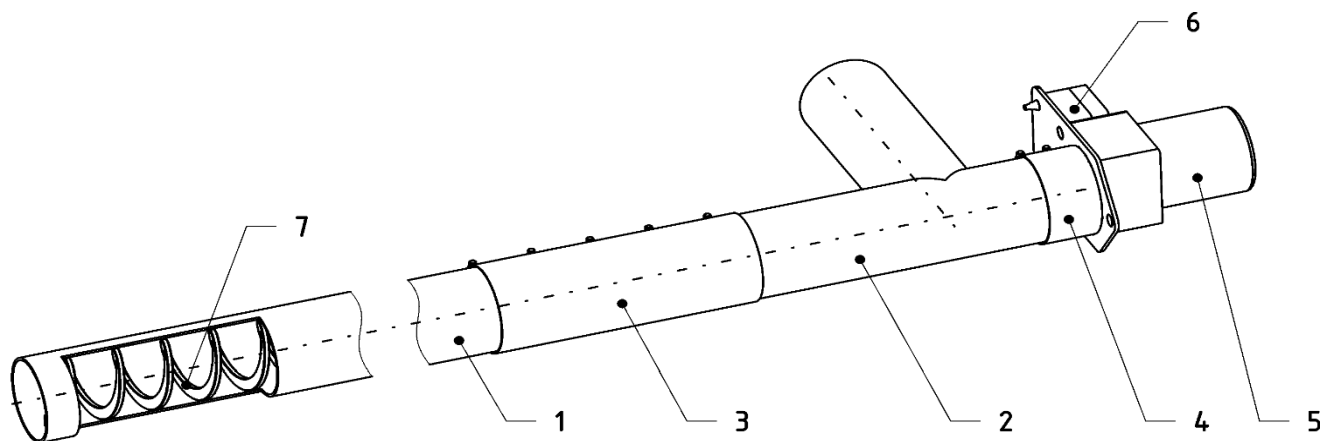

Рисунок 3. Устройство шнека
Горелка (рисунок 2) крепится к дверце котла четырьмя гайками с помощью фланца (15). Для обеспечения герметичного прилегания горелки к дверце котла между ними прокладывается термостойкий шнур. Фланец условно разделяет горелку на две части - механическую часть и топку. Механическая часть защищена кожухом (на рисунке не показан). Топка горелки (6) внутри выложена огнеупорной керамикой (16), три фрагмента которой фиксируются винтами (3). Топливо из бункера подается шнеком (рисунок 3). Через гофрированный шланг и колено питателя (1) топливо сыпается в питатель (10). Колено питателя фиксируется хомутом (2). Гофрированный шланг выполняет противопожарную функцию - он изготовлен из легкоплавкого материала, при появлении обратной тяги и запылении пеллеты в питателе шланг плавится и разрывает связь между горелкой и шнеком, предотвращая воспламенение топлива в бункере с пеллеты. В гильзе (4) на тройнике питателя установлен аварийный термодатчик. Привод питателя (5) вращает шнек питателя, который подает топливо на неподвижные колосники (17). Основное сжигания топлива происходит на подвижном колоснике (18). Колосники выполнены из жаропрочной нержавеющей стали. Движение подвижного колосника (18) возвратно-поступательное, в горизонтальной плоскости вдоль оси горелки. Подвижный колосник сцепленный с колосниковой тягой, тяга приводится в движение приводом очистительного механизма (8). При необходимости, вал привода можно разблокировать магнитом (7), который прикладывается к пиктограмме на приводе очистительного механизма (для горелок, укомплектованных приводом Belimo) или нажатием на красный ползунок (для горелок, укомплектованных приводом Siemens). Часть золы образовавшейся при работе горелки через отверстия в подвижном колоснике просыпается в зольник горелки (12). Для удобства обслуживания зольник горелки съемный, выполнен в виде ящика с ручками (19). Для снятия зольника необходимо поднять его вверх и вытянуть в направлении «к себе». После чистки зольник устанавливается в обратной последовательности. В нижней части горелки находится вентилятор (14). Во время растопки воспламенитель (13) нагревает воздух, проходящий через него, которое зажигает пеллета. Наличие и яркость пламени контролируется фотодатчиком (9). В блоке коммутации (11) установлена коммутационная плата, к которой подключены электрические узлы горелки и контроллер управления.
Подающий шнек (рисунок 3) представляет собой металлическую трубу (1), внутри которой расположена спираль шнека (7). В нижней части шнека расположено окно, при установке шнека в бункер вырез окна должно быть обращено вверх. К верхней части шнека с помощью соединительного хомута (3) крепится тройник (2). Привод шнека (5) крепится к тройнику с помощью хомута (4), кабель питания подключается к коммутационному блоку шнека (6).